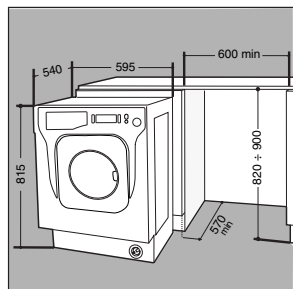

Abb. 6
- Schieben Sie die maschine in die Öffnung und passen Sie sie der Möbelfront an (*abb. 6*).